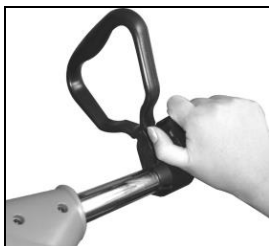

Рис. 2F
2. Подвигайте вспомогательным рычагом вперед или назад (Рис. 2F).